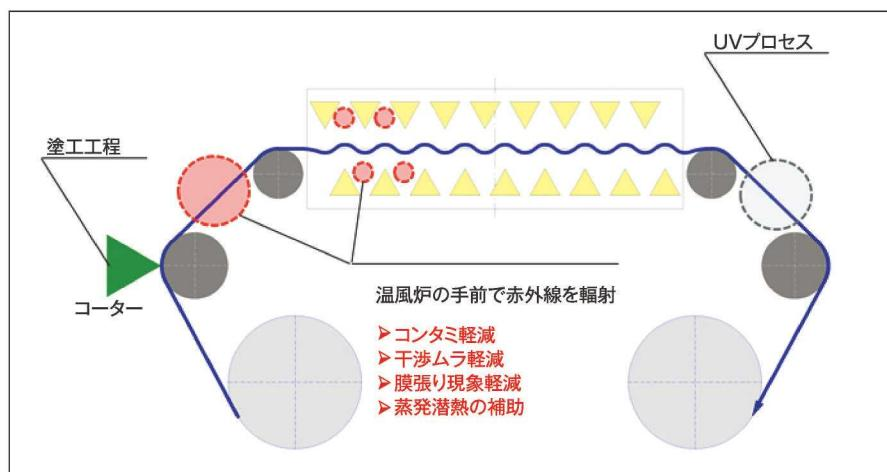

図8 コート乾燥での赤外線の導入例
ている例が数多くある。赤外線の透過力を用いて解決を見出しているのである（図8）。前述の①～④項目は乾燥プロセスも同様である。
⑤赤外線ヒーターの対流損失